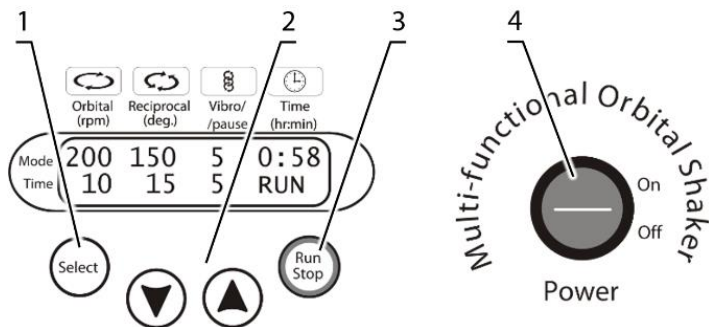

Рисунок 3. Панель управления модели PSU-20i
- 5.2.1 Подключите внешний блок питания к сети. Переведите переключатель питания **Power** в положение **On** (включено, рис. 3/6).
- 5.2.4 Нажмите кнопку **Run Stop** (рис. 3/5) для начала программы. Платформа придёт в движение, на дисплее показывается индикация RUN (рис. 3/2) и меняющиеся значения таймеров.
- 5.2.6 Если время работы не установлено или сброшено и индикатор времени на дисплее показывает OFF (рис. 3/1), при нажатии кнопки **Run Stop** прибор начинает вращение до тех пор, пока не будет нажата повторно кнопка **Run Stop**.
- 6.3 Нажмите кнопку **Select** (рис. 3/3) для выбора изменяемого параметра. Каждое нажатие кнопки **Select** последовательно выбирает параметры. Выбранный параметр мигает. Используя кнопки **▼** и **▲** (рис. 3/4), установите необходимое значение выбранного параметра. Долгое нажатие на кнопку ускоряет смену значений.
- 6.7 Таймер (рис. 3/1) управляет общей продолжительностью программы. Время устанавливается от 1 минуты до 96 часов (шаг установки 1 минута).